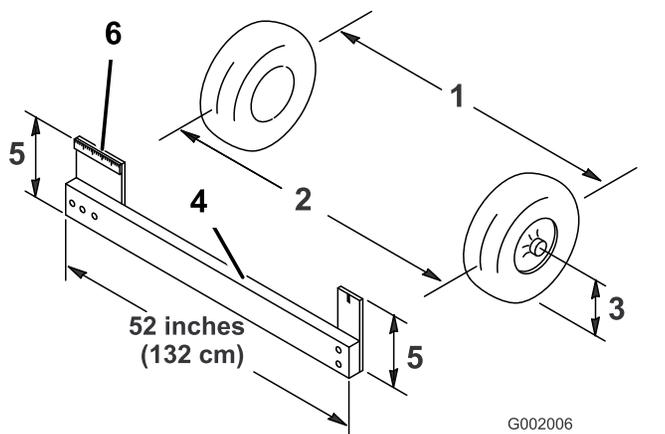

Figura 48
4. Misurate la distanza tra i pneumatici anteriori all'altezza dell'assale, davanti e dietro le ruote (Figura 48).
Nota: Per rilevare la misura posteriore dei pneumatici anteriori all'altezza dell'assale occorre un attrezzo o un calibro di allineamento; Usate lo stesso attrezzo, o calibro di allineamento, per rilevare con precisione la misura anteriore dei pneumatici anteriori all'altezza dell'assale (Figura 48).